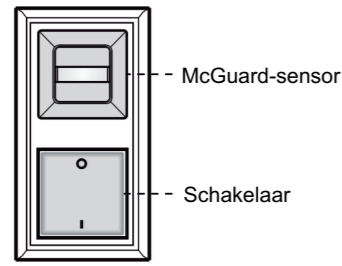

Afbeelding 7
3.3.3 Een sensor activeert de schakelaar van de trappenhuisverlichting (de tijd moet op **1s** ingesteld zijn) (zie afbeelding 7).